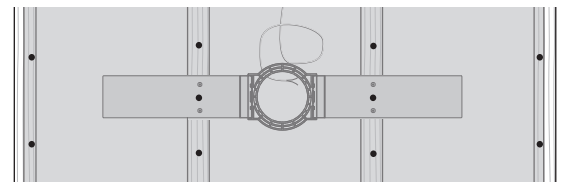

图 10. 干墙螺丝, PMK 3 无背罐
5. 安装干式墙之后, 以合适的手动工具小心地在干式墙上切出孔, 以 PMK 的内孔为导向 (图 10 和 11)。注意不要割破扬声器导线或切入会产生泡沫的背面。确保石膏板孔不大于 PMK 框架的内部孔。清除后盖内的灰尘或碎屑。